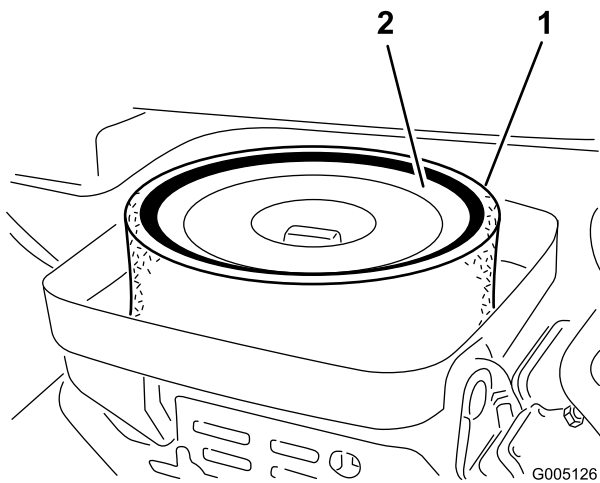

Рисунок 41
4. Если элемент из пеноматериала загрязнен, снимите его с бумажного элемента (Рисунок 41). Тщательно очистите его следующим образом: